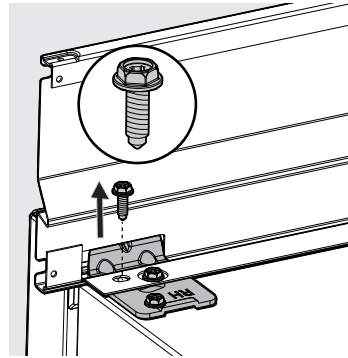
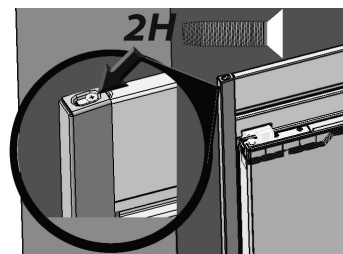

Fig. 21
Fig. 24
22. a. Retirez les vis de charnière extérieure avant, communes aux deux côtés de l'installation double, ainsi que les deux vis avant 4H qui fixent la barre d'attache 1H (Fig. 21).
24. a. Placez les garnitures latérales en position en les faisant passer par-dessus la vis de positionnement comme indiqué à la Fig. 21 et en les raccordant sur la garniture supérieure (Fig. 24).